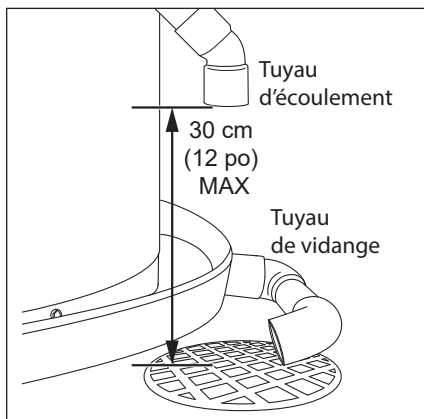

Figure 17 - Le tuyau d'écoulement de la soupape DST doit déboucher à un maximum de 30 cm (12 po) au-dessus d'un siphon de sol ou à l'extérieur.
- 3** Faire déboucher le tuyau d'écoulement à un maximum de 30 cm (12 po) au-dessus d'un siphon de sol ou à l'extérieur du bâtiment (Figure 17). Ne pas faire déboucher le tuyau d'écoulement dans le bac collecteur mais l'acheminer séparément jusqu'à un écoulement adapté. Dans les climats froids, le tuyau d'écoulement doit se terminer dans un écoulement adapté à l'intérieur du bâtiment. Les écoulements extérieurs peuvent geler et obstruer la conduite. Protéger l'écoulement du gel.